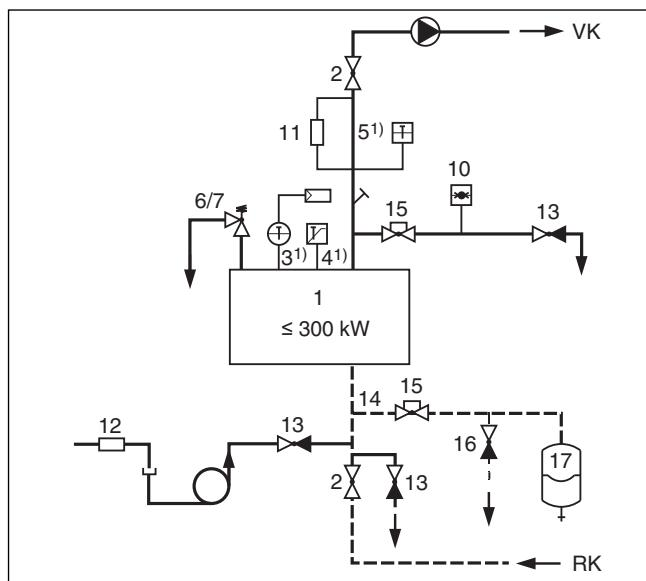

Рис. 35 Приборы безопасности по EN 12828 для котла $\leq 300 \text{ кВт}$ с STB $\leq 110^{\circ}\text{C}$ (прямой нагрев)
- 1) (рис. 35 и 36) базовая комплектация системы управления котла: максимально достижимая температура подающей линии в сочетании с системами управления Logamatic примерно на 18 К ниже температуры отключения (STB).
Пояснения к рис. 35 и 36: